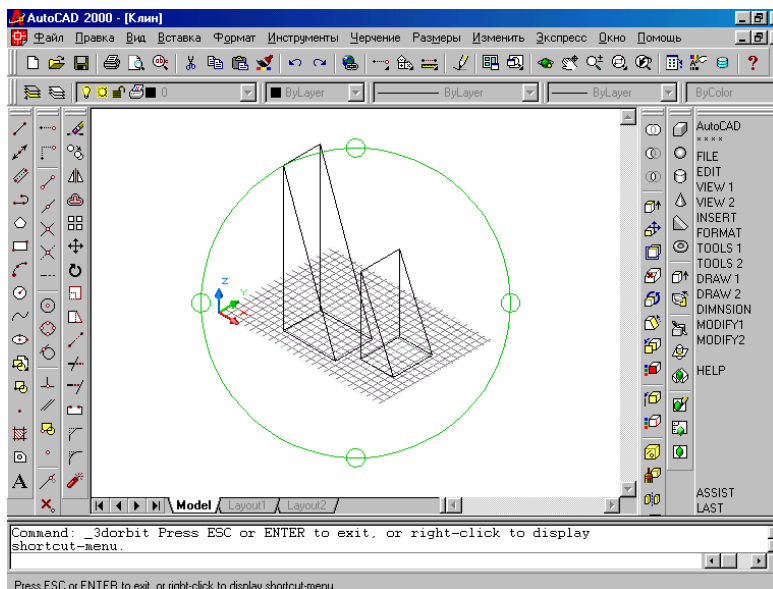

Рис. 2.5. Орбитальное кольцо команды 3D Орбита
На период работы команды знак ПСК изменяется на цветной знак трехмерных осей, а на экране появляется орбитальное кольцо (рис.2.5). Геометрически оно представляет собой большой круг, разделенный на квадранты четырьмя малыми кругами. Центр орбитального кольца совпадает с центром вида – неподвижной точкой, на которую направлен взгляд - точкой цели. Точка (точка камеры), в которой находится пользователь, перемещается относительно точки цели, совмещенной с центром орбитального кольца.
- **Grid** (*Сетка*) – включает, выключает отображение клетчатой сетки, соответствующей сетке в зоне лимитов (формата) плоскости XY в орбитальном режиме (см. рис.2.5);
- **UCS Icon** (*Пиктограммы ПСК*) - изображает цветную трехмерную пиктограмму системы координат: ось X имеет красный цвет, ось Y – зеленый, ось Z – синий или голубой (см. рис.2.5).